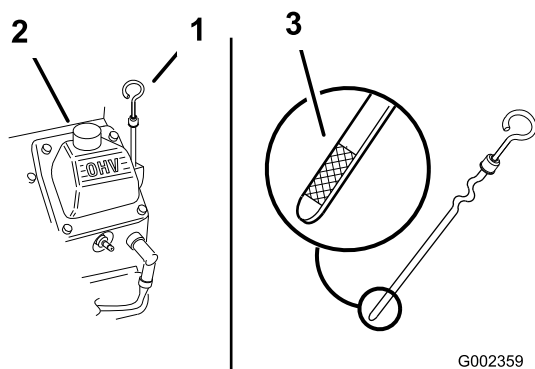

图 44
- 清洁量油尺周围的区域 图 44防止灰尘落入注油孔并损坏发动机。
- 取出量油尺擦拭干净然后完全安装到位 图 44。
油位应介于量油尺上“F”已满与“L”较低标记之间 图 44。
5. 如果油位低于“L”较低标记应取下加油管盖图 44 添加指定机油直至油位达到量油尺上的“F”已满标记。